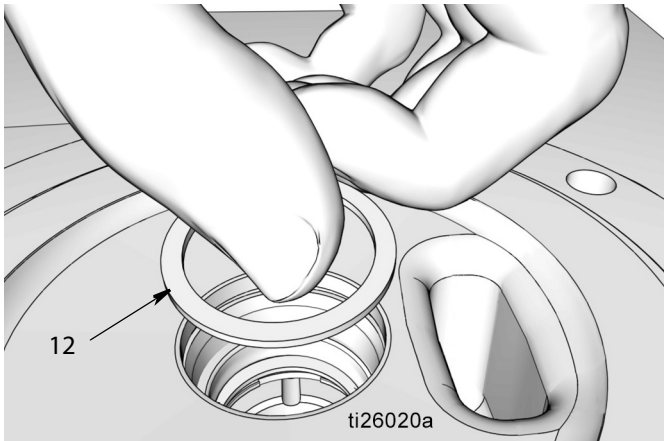

Рис. 33
- e. Установите распорную деталь (12) (Рис. 33).